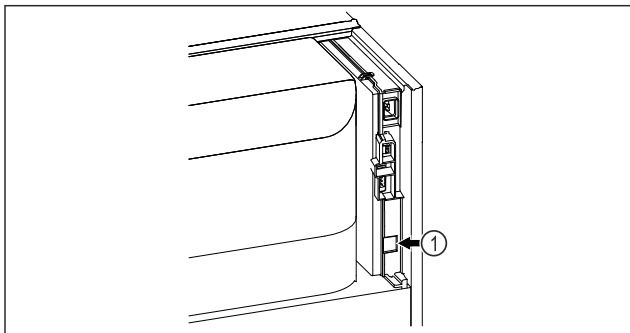

Fig. 73
- SmartModule Fig. 73 (1) è inserito.